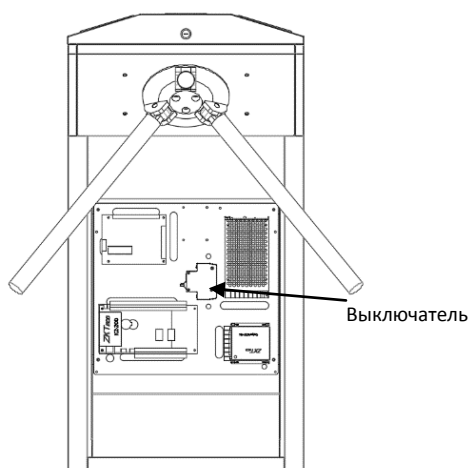

Рисунок 4
1. Убедитесь, что требования по питанию четко соблюдены. Напряжение питания турникета составляет $200 \div 240$ В (АС) (Рисунок 4).